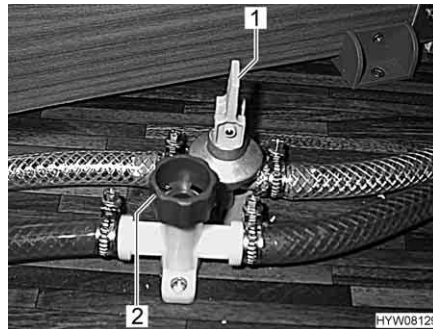

Bild 129 Avtappningskranar
- Stäng alla avtappningskranarna för varmvattenberedaren. Ställ då vipparmen (Bild 129,1) i vågrätt läge och vrid ventillocket (Bild 129,2) medurs.
- Öppna alla avtappningskranarna för varmvattenberedaren. Ställ då vipparmen (Bild 129,1) i lodrätt läge och vrid ventillocket (Bild 129,2) moturs.